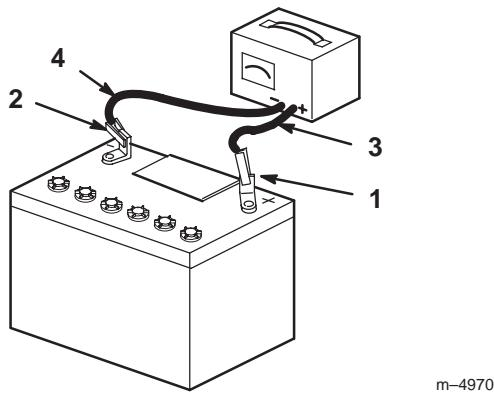

Figure 66
4. Quand la batterie est chargée au maximum, débranchez le chargeur de la prise, puis débranchez les fils du chargeur des bornes de la batterie (Fig. 66).